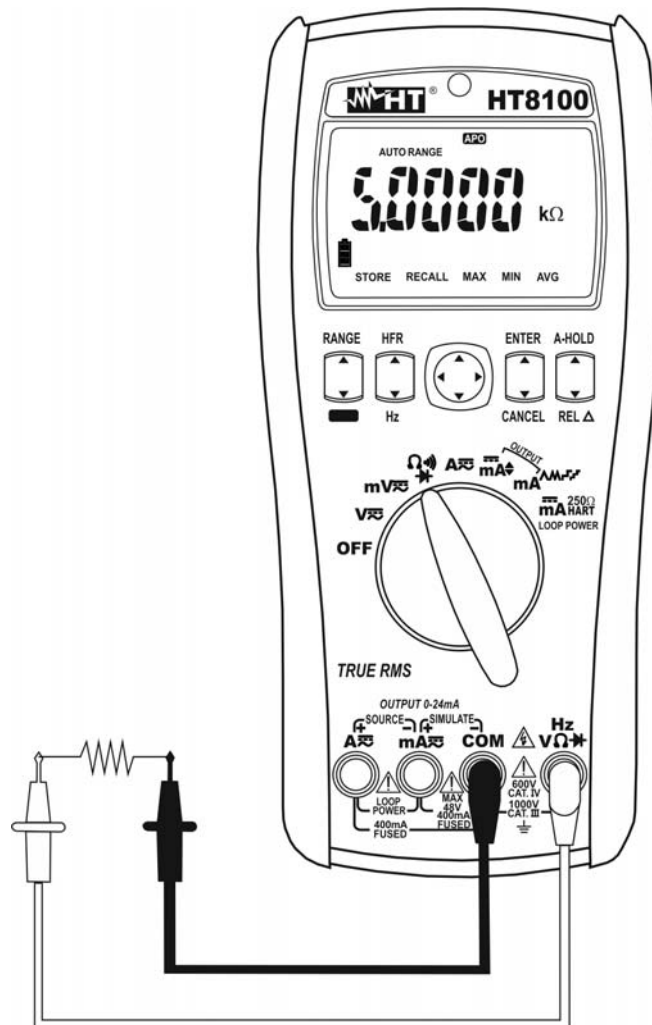

Fig. 6: Uso dello strumento per misura di Resistenza e Test Continuità
3. Inserire il cavo rosso nel terminale di ingresso **HzVΩ** e il cavo nero nel terminale di ingresso **COM** (vedere Fig. 6)